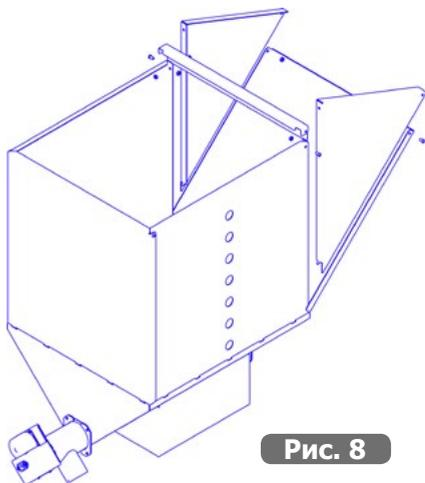

Рис. 8
2. На смонтированном бункере разберите болтовое соединение одной из боковых стенок, отклоните боковую стенку на  $45^\circ$ , установите треугольные вставки таким образом, чтобы они находились в одной плоскости с передней и задней стенкой (Рис.8).